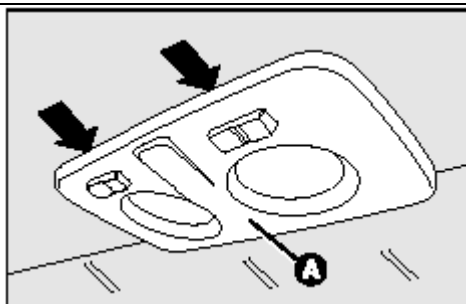
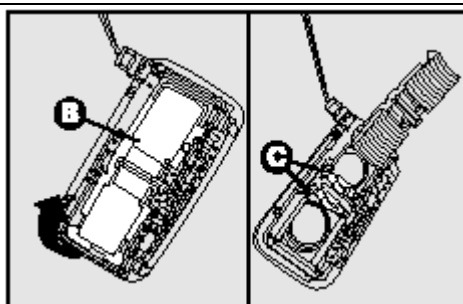

рис. 39
рис. 40
- Выньте плафон **A- рис.39**, нажав в точках, указанных стрелкой;
- Откройте защитную дверцу **B – рис.40**;
- закройте дверцу **B – рис.40**, установите на место плафон **A- рис.39**, и убедитесь, что плафон надежно зафиксировался.